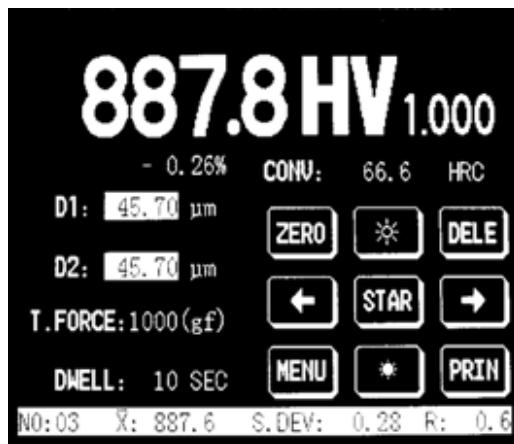

Abbildung 5-1 Hauptbildschirm
1. Drücken Sie **>I<** auf dem Hauptschalter um den Härteprüfer einzuschalten. Ist das System im ordnungsgemäßen Zustand, so piept es und das zeigt das Firmenlogo von BAQ GmbH ungefähr 3 Sekunden an. Danach zeigt das System den Hauptbildschirm. (siehe Abbildung 5-1)